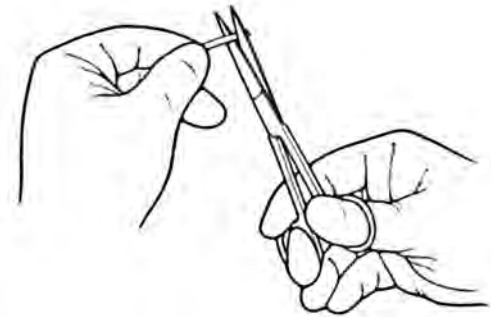

Figure 4-30. Sertir les tubulures
1. À l'aide de ciseaux propres et tranchants, couper les tubulures avec précision selon l'anatomie du patient. (**Figure 4-30**)